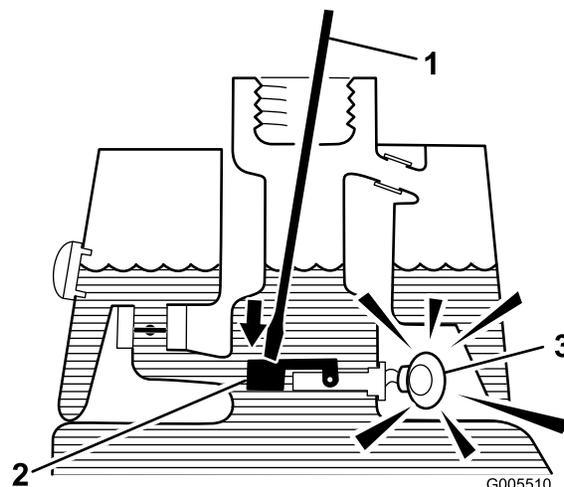

图27
3. 将干净的支杆或螺丝刀插入油箱颈，然后轻轻地向下推至浮动开关上（图27）。警报应在一秒钟的延迟后响起。